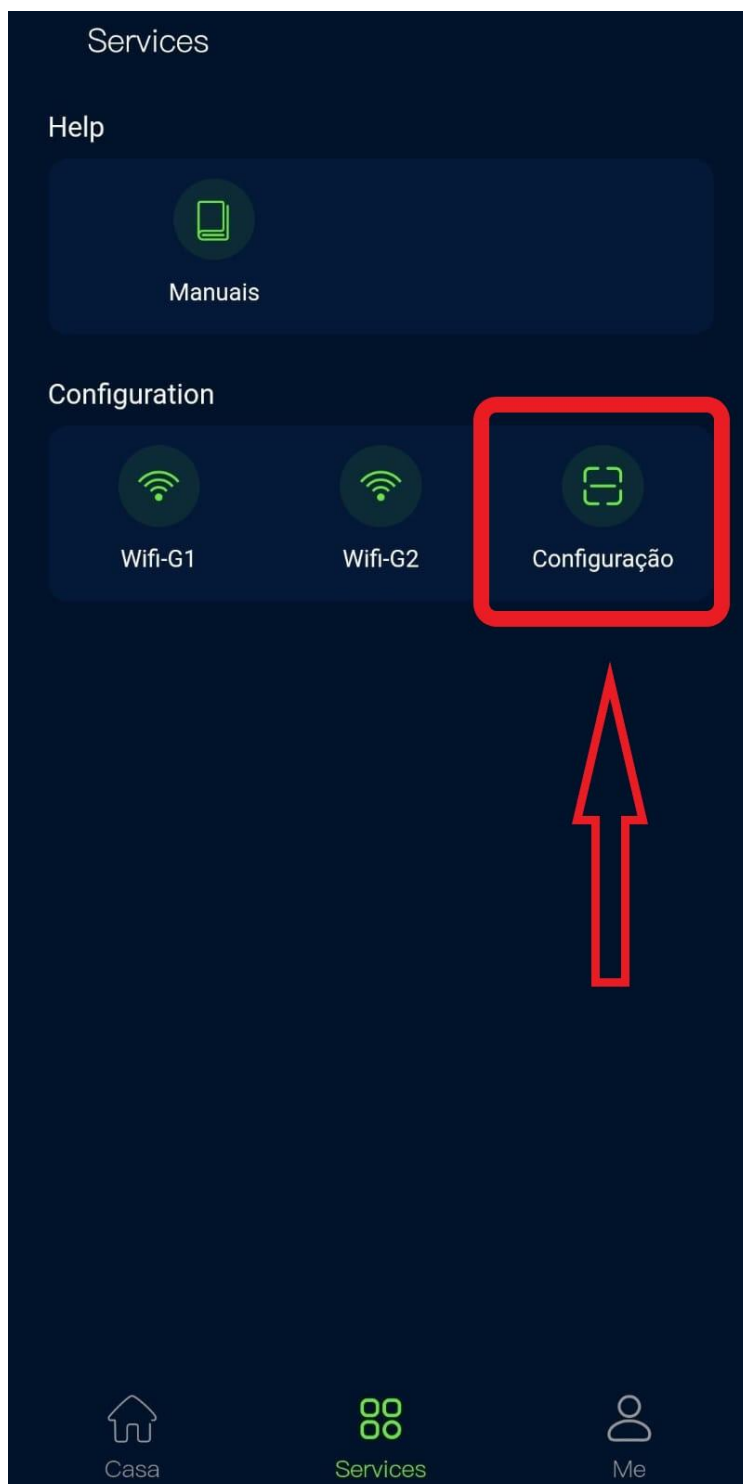

Figura 13 – Configuração para reconhecimento do servidor
1. Na aba “Services” do aplicativo RenacSEC, clicar no botão “Configuração” (ver **Figura 13**).